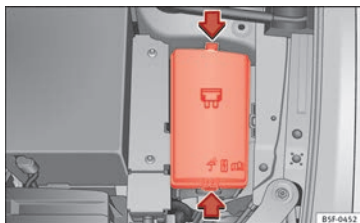

Fig. 103 Nel vano motore: coperchio della scatola dei fusibili.
- Premere le linguette di blocco per sbloccare il coperchio della scatola dei fusibili »» **fig. 103**.